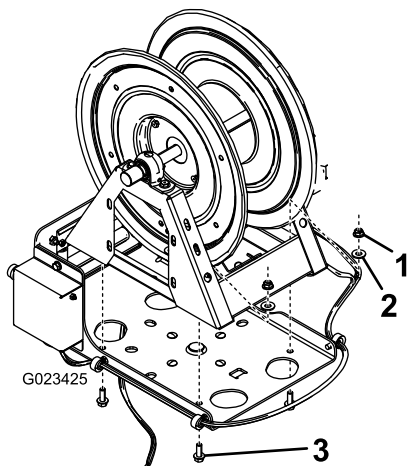

Figura 22
5. Fixai tamburul de furtun pe placa pivotantă folosind 4 uruburi (¾-16 x 1"), 4 aibe (7/16") i 4 piulie cu guler (¾-16"), după cum se arată în Figura 22.